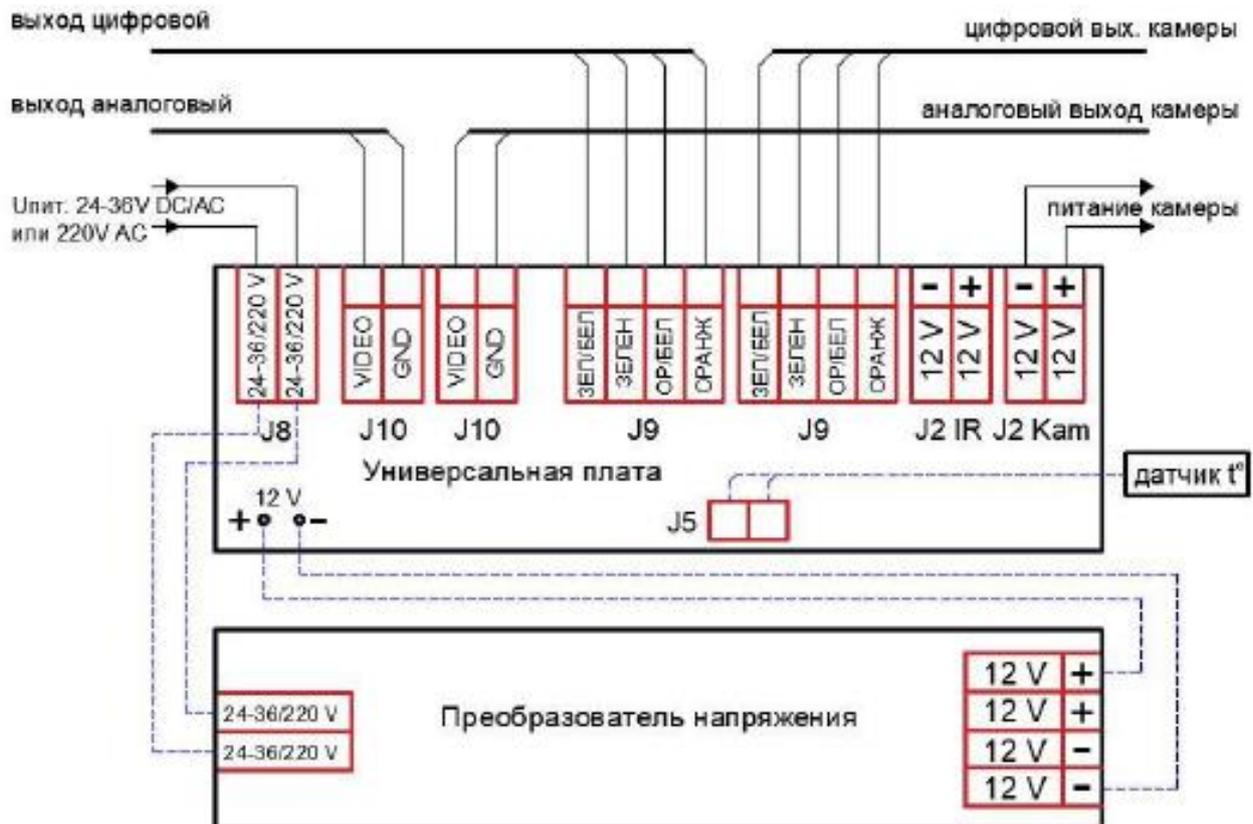

Рисунок 2 Схема подключения LTV-Ex-300-A-24-36V
5. Подключить видеокамеру к электронной плате термокожуха согласно схеме подключения (см. раздел 5, рис. 2, 3);
6. Завести через кабельные вводы питающий и сигнальный кабели, подключить их к электронной плате термокожуха согласно схеме подключения (см. раздел 5, рис. 2, 3);
11. Установить термокожух на крепёжно-юстировочное устройство (6) и зафиксировать при помощи винта (5);